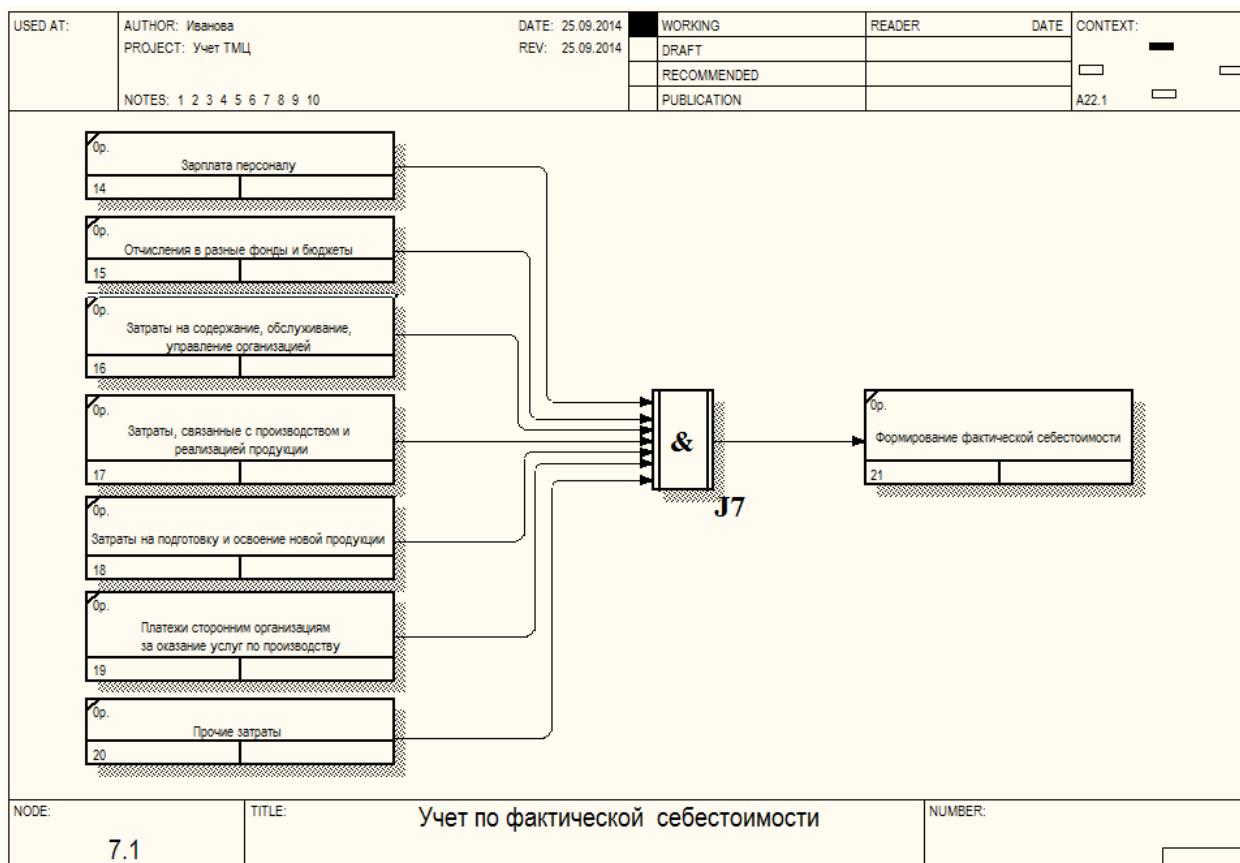

Рис. 51. Декомпозиция 7.1 Учет по фактической себестоимости
- и один перекресток типа *Синхронное И (AND)* (рис. 51.).